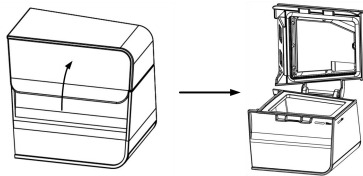

Abb. 14-7
- (1) **Demontage der Wasserkammer** gemäß den Anweisungen in 14.1.1.
- (2) **Entleeren der Wasserkammer:** Öffnen Sie den Deckel und entleeren Sie das restliche Wasser aus der Wasserkammer, wie in Abb. 14-7 dargestellt.